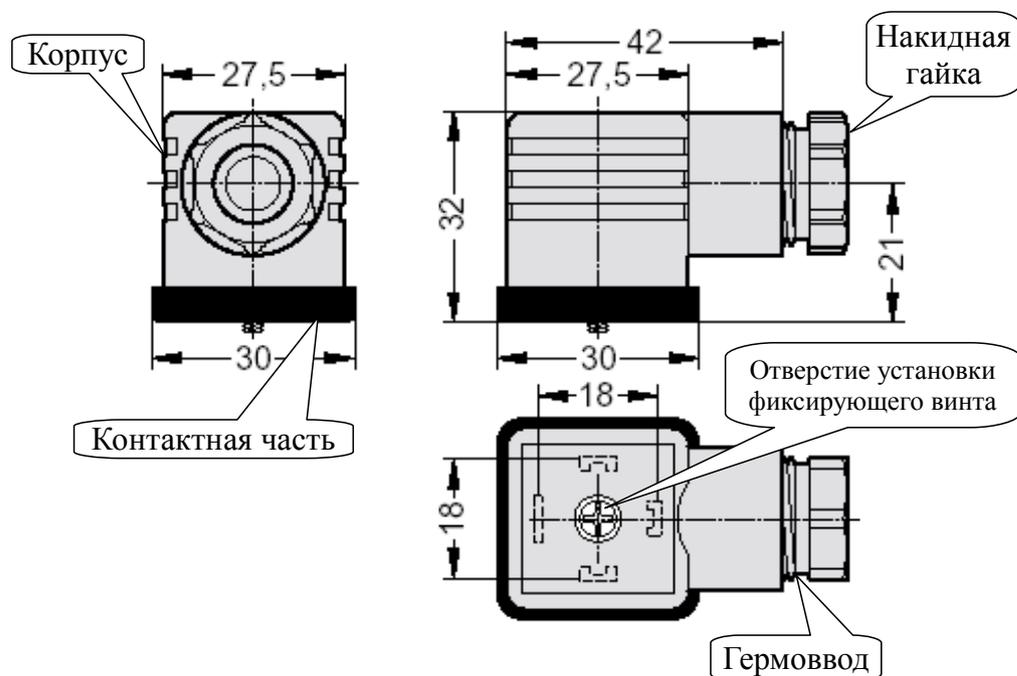

Рисунок 3 - Герморазъём DIN 43650, форма А
- Отвернуть и вынуть фиксирующий винт герморазъёма (Рисунок 3). Снять герморазъём с базы (Рисунок 4) и выдвинуть его контактную часть, толкая хвостовик в отверстие установки фиксирующего винта.